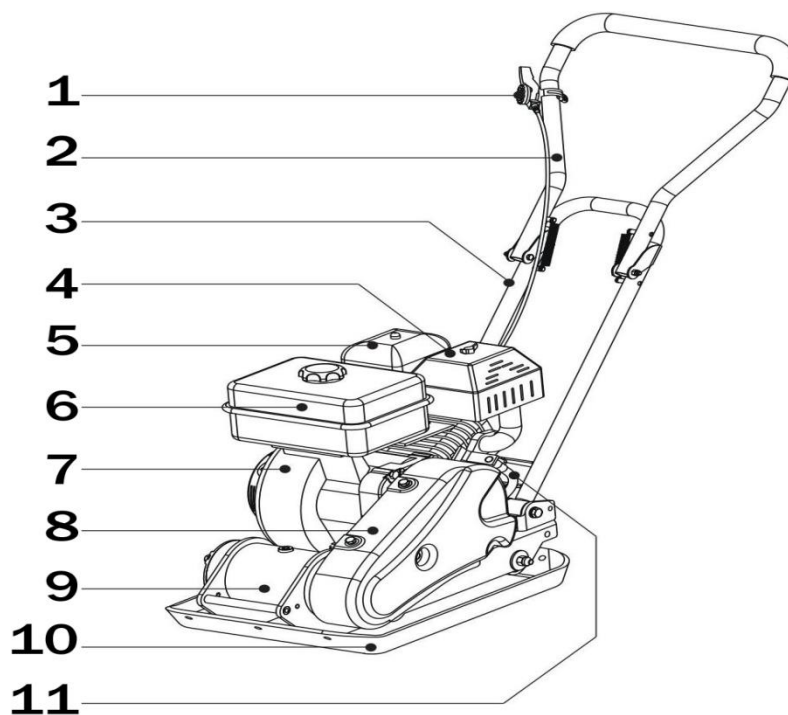

Рис.1 Устройство агрегата.
4. Ручкой 1 (рисунок 1) переведите рычаг дроссельной заслонки в положение максимальной частоты вращения. При этом, произойдет автоматическое включение центробежной муфты, и агрегат начнет работу.
5. Производите уплотнение слоя строительного материала, направляя агрегат при помощи рукоятки управления 2 (рисунок 1).
Примечание: В ряде случаев, для уплотнения хрупких материалов, например тротуарной плитки, используйте специальный коврик для агрегата, устанавливаемый на основание 10 (рисунок 1).